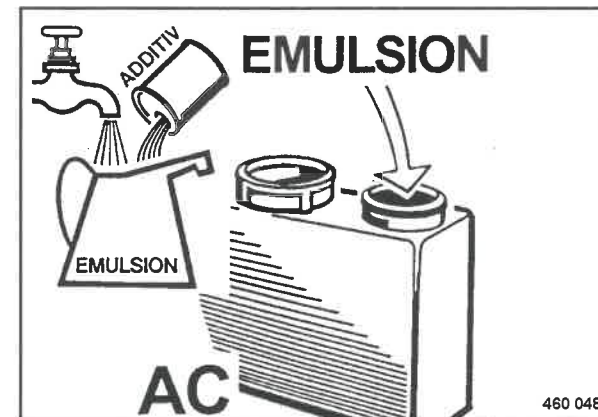

Fig. 93
- Controllare il livello dell'emulsione nel serbatoio dell'emulsione nella parte posteriore della macchina, event. rabboccare (Fig. 93).